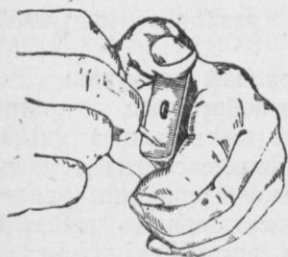

Рис. 83. Как утолить задержку крышки
5) **разобрать магазин:** взяв магазин в левую руку крышкой вверх и задней стенкой к ладони, заточенным концом спички (палочки) утопить зуб задержки (рис. 83) и одновременно большим пальцем левой руки сдвинуть крышку слегка вперед; большим и указательным пальцами правой руки снять крышку (рис. 84) за вы-